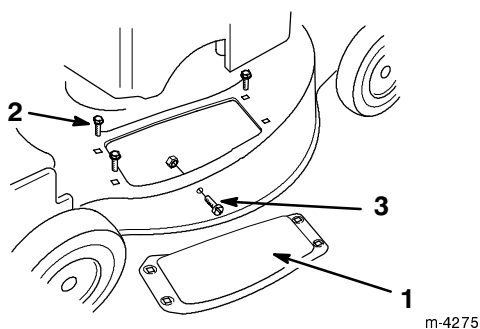

Figure 39
4. Enlevez les trois boulons qui fixent le volet d'éjection au carter de tondeuse (Fig. 39) et mettez-les de côté. Rangez le volet et les boulons pour un usage ultérieur.
2. Boulon (3)
5. Enlevez la vis et l'écrou du côté du carter de tondeuse (Fig. 39) et mettez-les de côté.